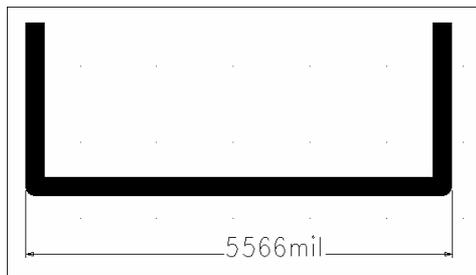

图 13-5 以对象的外侧边缘作为标注端点
(3) 使用外边 标注时对边缘的选取以对象的外侧边缘作为标注端点, 以引出两个端点的边界, 如图 13-5 所示。